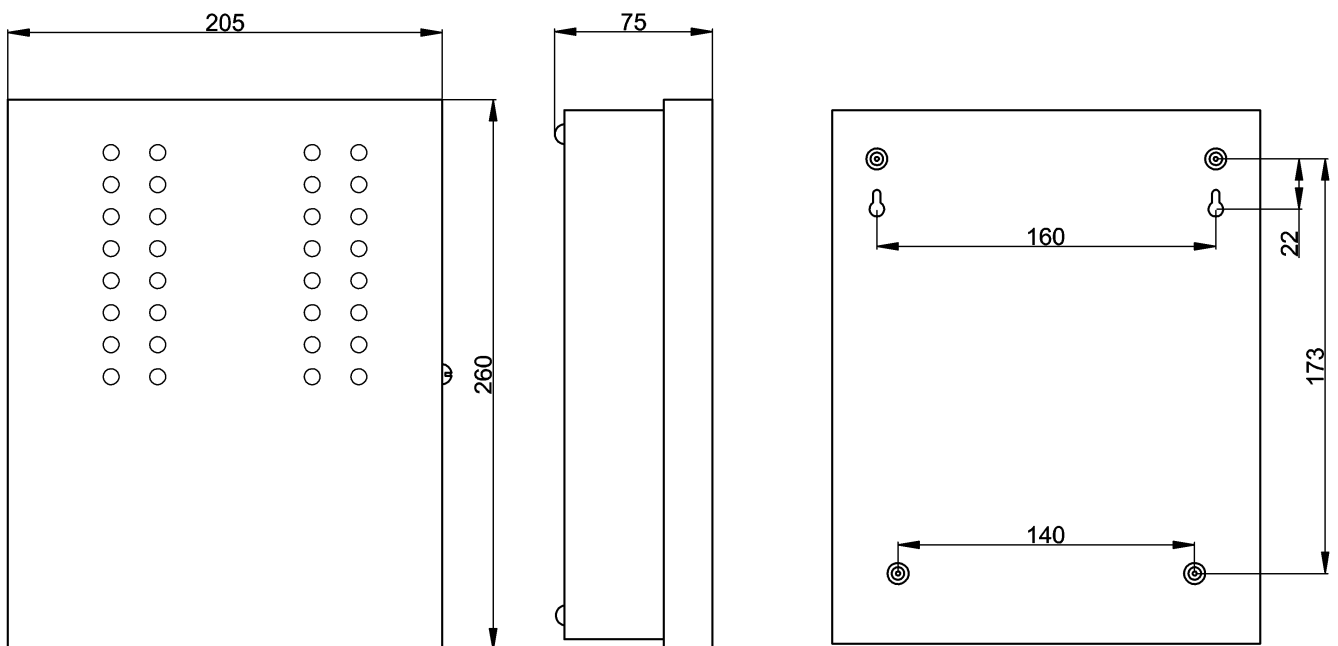

Рис.5.7 Габаритные и установочные размеры прибора (металлический корпус)
На задней стенке корпуса имеются отверстия для ввода проводов внешних подключений и кабеля антенны. Отверстия, диаметром 5мм предназначены для крепления прибора шурупами к стене. Два отверстия имеют вид пазов для навешивания на шурупы, нижние два отверстия служат для фиксации прибора (Рис.5.7, 5.8).
Прибор устанавливается в охраняемом помещении, в удобном для технического обслуживания месте. Прибор размещается на стене, на высоте, удобной для наблюдения за индикацией. Прибор навешивается на два шурупа, ввинченных в стену и фиксируется другими шурупами через отверстия в дне корпуса (Рис. 5.7, 5.8).
- установить два шурупа по установочным размерам (Рис.5.7, 5.8);